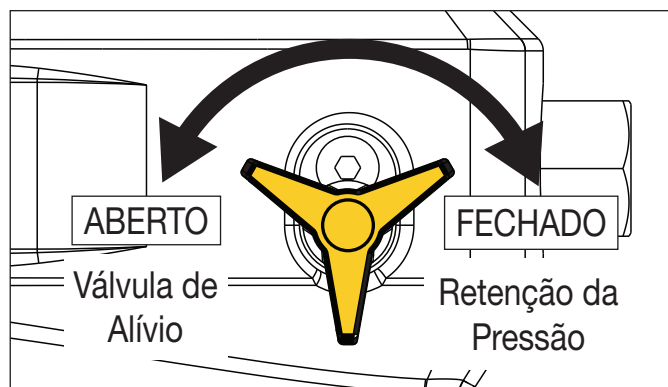

Figura 11: Válvula de alívio
1. Para evitar a ligação da bomba enquanto as conexões hidráulicas estão sendo feitas, certifique-se de que o interruptor de alimentação da bomba esteja DESLIGADO (O). Ou retire a bateria da bomba (se instalada).
2. Abra a válvula de alívio da bomba (gire no sentido anti-horário por pelo menos uma volta completa) para aliviar qualquer pressão hidráulica residual dentro da bomba. Consulte Figura 11 mais adiante neste manual.
A bomba contém uma válvula integrada de alívio de pressão operada manualmente. A pressão hidráulica do sistema é mantida quando a válvula está fechada. A pressão é liberada para o reservatório hidráulico da bomba quando a válvula é aberta. Veja Figura 11.